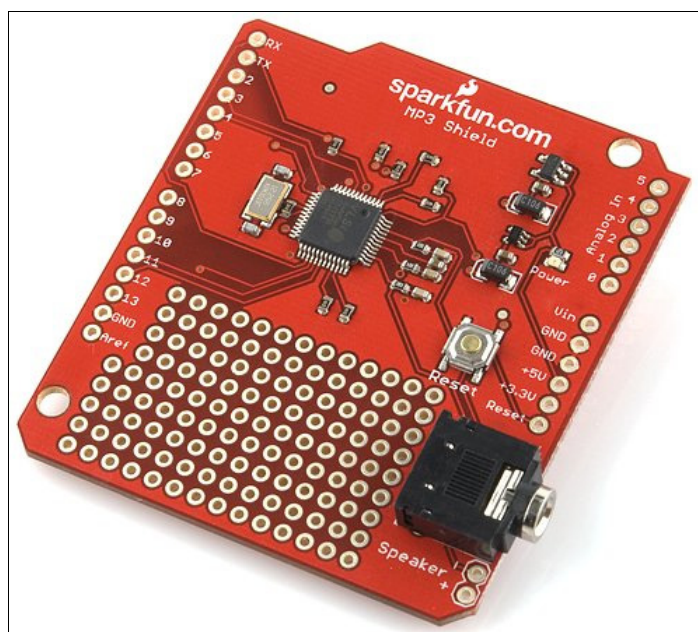

Рис. 3.5. MP3 Shield
- **MP3 Shield** (рис. 3.5) — плата для воспроизведения звука в форматах Ogg Vorbis/MP3/AAC/WMA/MIDI и записи в Ogg Vorbis;